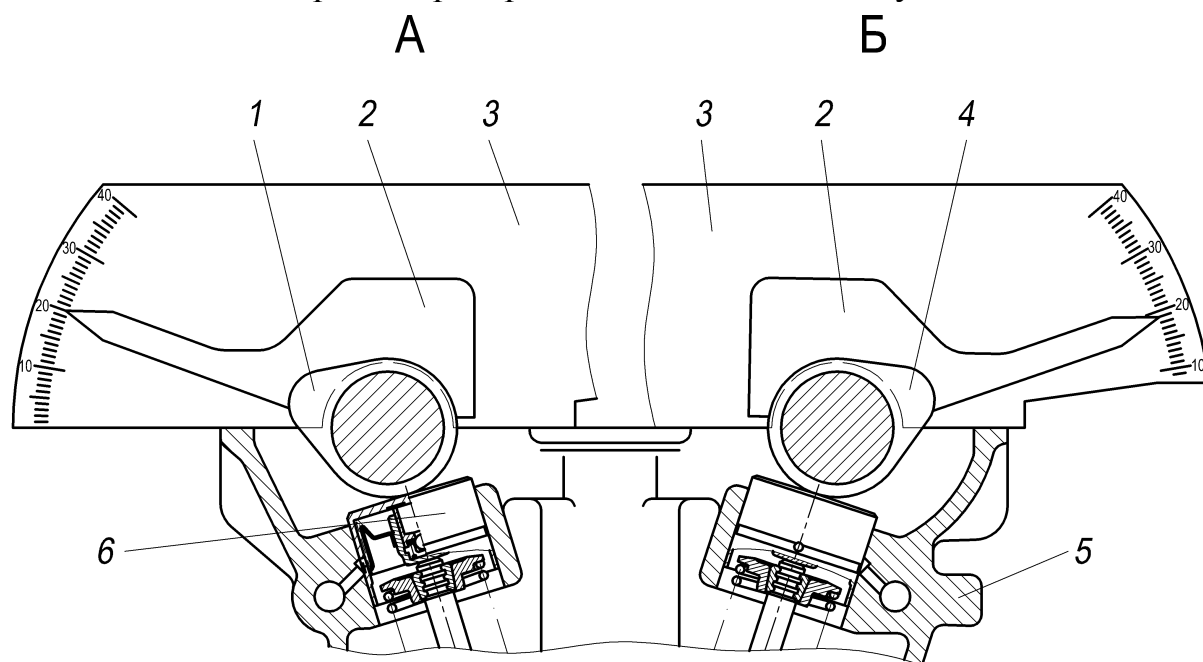

Рис.69. Проверка углового положения распределительных валов:
2. Установить транспортер 3 (рис.69) за первым кулачком распределительного вала впускных клапанов - вид «А». Прижимая транспортер 3 к верхней плоскости головки цилиндров 5, приложить и плотно прижать шаблон 2 к поверхности первого кулачка. При этом стрелка шаблона должна показывать на транспортере угол: